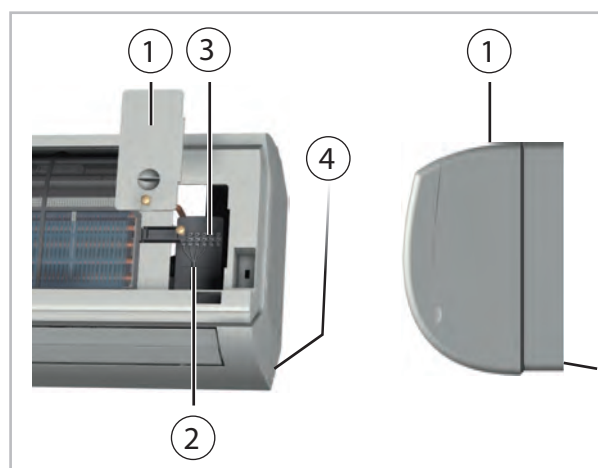

Abb. 37: Anschluss des Innengerätes
2. ➤ Lösen Sie die Abdeckungen auf der rechten Seite (Abb. 37).
3. ➤ Klemmen Sie die bauseits verlegte Steuerleitung an den Klemmen an (Abb. 37).